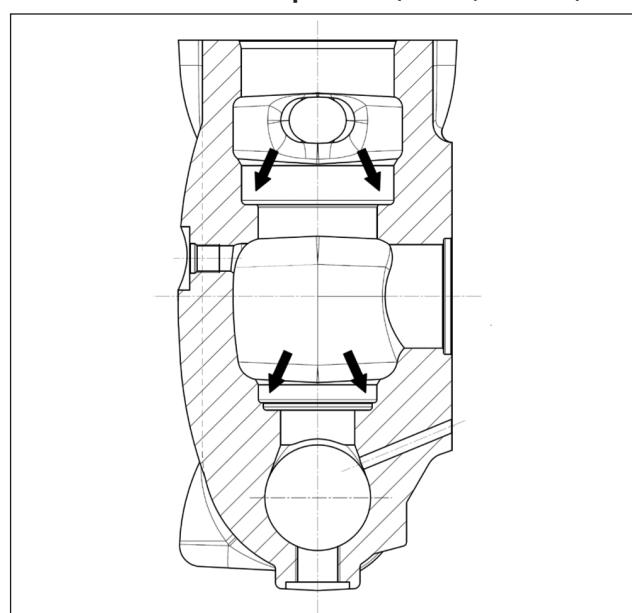

Рис. 115
Перед тем как устанавливать клапанные узлы обратно на место, хорошо очистите и высушите соответствующие гнезда в торце, обозначенные стрелками (поз. ①, Рис. 115).